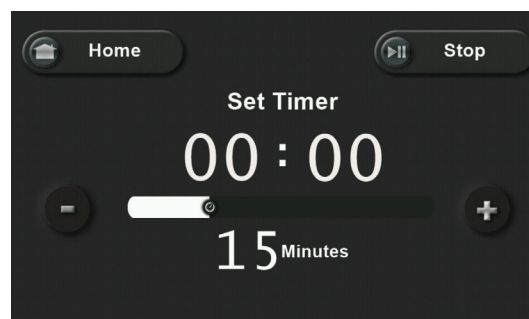

Fig. 1
3. Använd skjutreglaget för att justera timern. Den maximala tiden är 30 minuter. (Fig. 1)